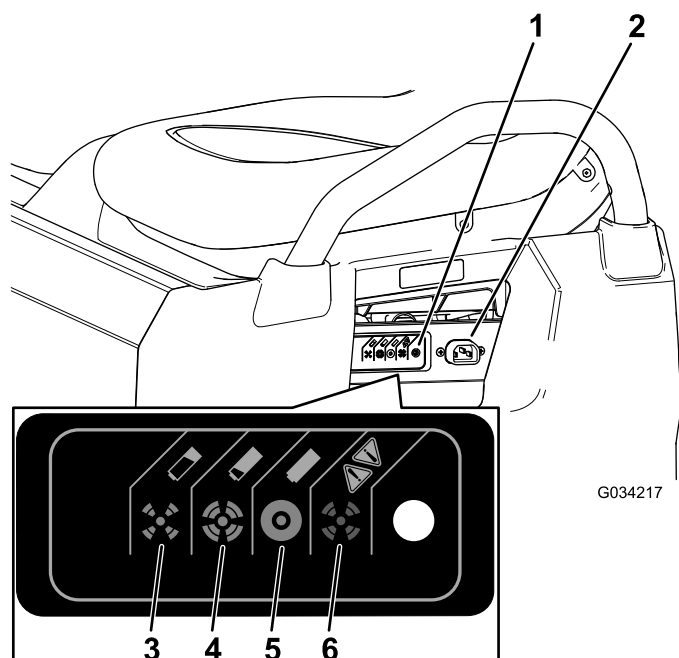

Figure 38
3. Branchez un cordon de chargeur de **calibre 16 (ou de plus gros diamètre), de 2,5 m ou plus court** à la prise de charge de la machine (Figure 38).
Reportez-vous au tableau suivant et à la Figure 38 pour connaître la signification des différentes couleurs du voyant d'état du chargeur.